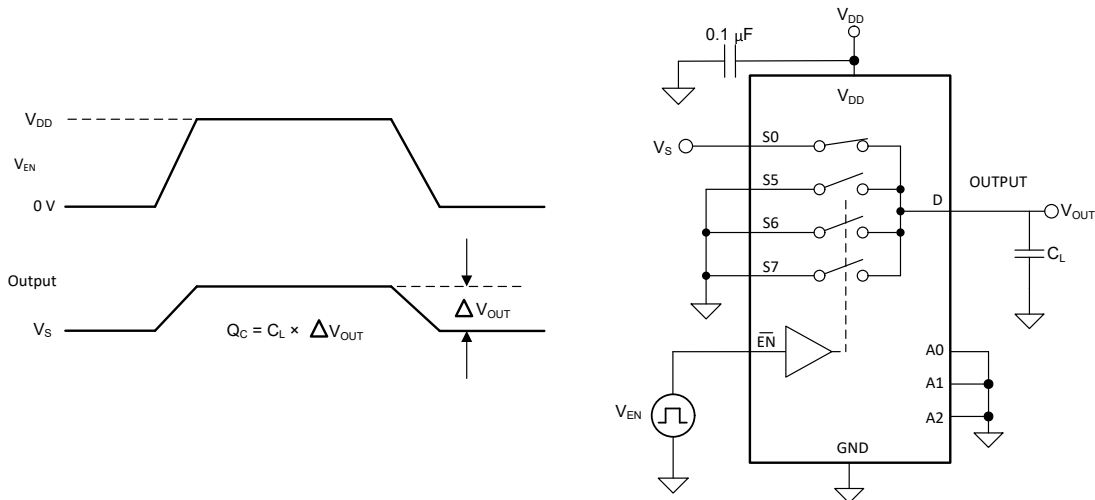

図 8-8. 電荷注入測定時の構成
NMOS トランジスタと PMOS トランジスタの間で容量の不一致がある場合、ゲート信号の立ち下がりエッジまたは立ち上がりエッジにおいて、ドレインまたはソースに電荷が注入されます。デバイスのソースまたはドレインに注入される電荷の量を電荷注入と呼び、 $Q_C$  という記号で表します。図 8-8 に、ソース (Sx) からドレイン (D) に向けた電荷注入の測定に使用する構成を示します。